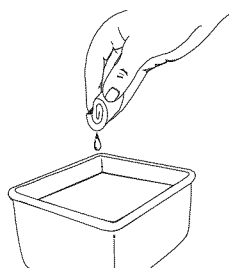

Fig. 20
3. Lave el filtro con detergente y agua (Fig. 20). Enjuague bien el filtro y déjelo secar.